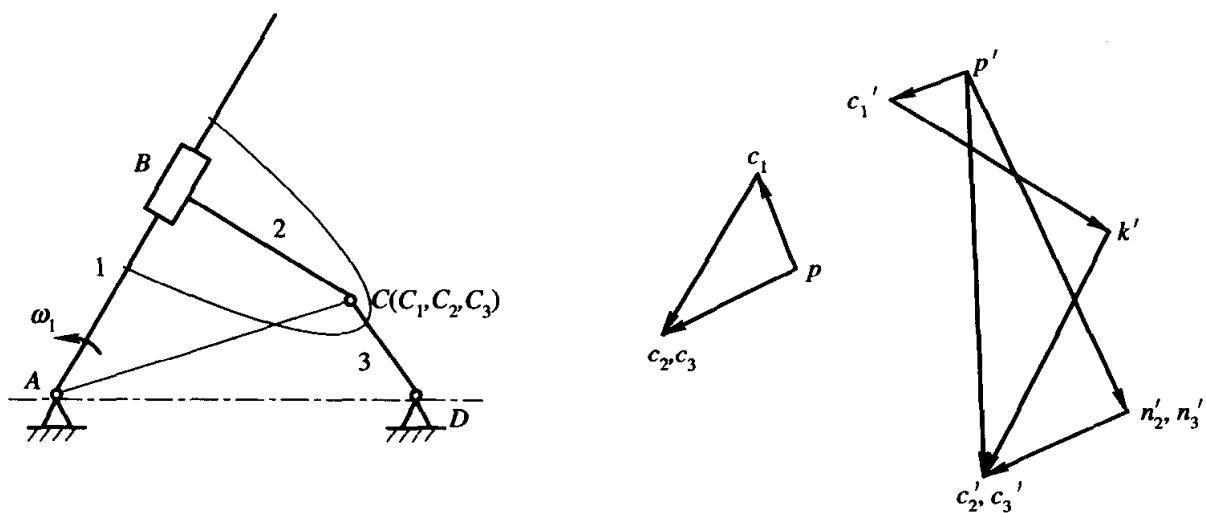

图 1.3
1.5 (14分) 在图 1.3 所示机构中, 已知各构件的尺寸, 原动件  $AB$  以等角速度  $\omega_1$  逆时针转动, 现已经给出机构在图示位置的速度多边形和加速度多边形图。